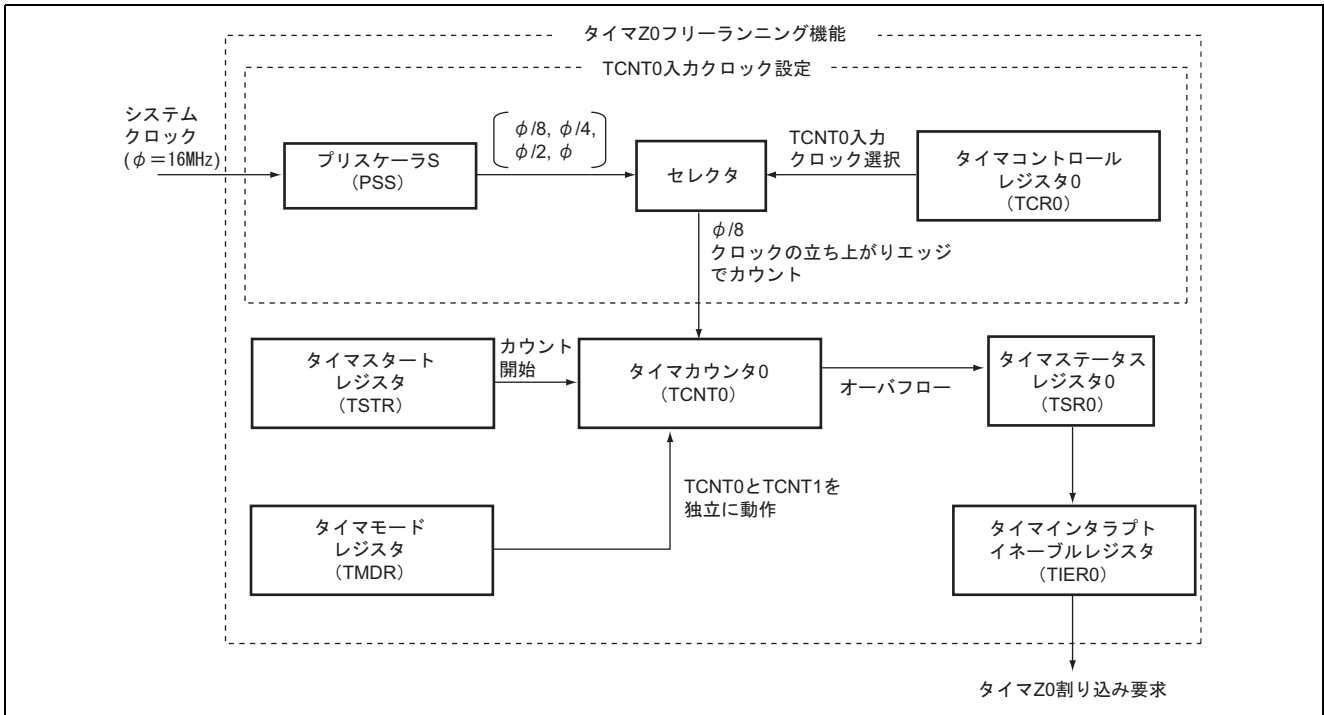

図 2.1 タイマ Z0 フリーランニング機能のブロック図
1. 本タスク例では、タイマ Z フリーランニング機能を使用して、タイマ Z の割り込み回数をカウントします。タイマ Z フリーランニング機能のブロック図を図 2.1 に示します。